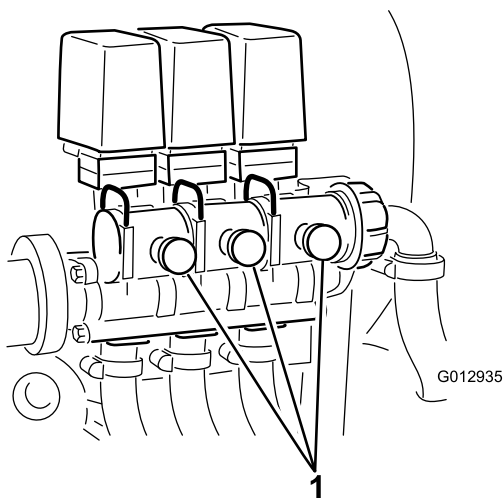

図 21
10. OFF にしたブームのブーム・コントロール・バルブの裏側についているバイパス・バルブ (図 21) を使って、上記手順7で設定した水圧と同じ水圧に調整する。